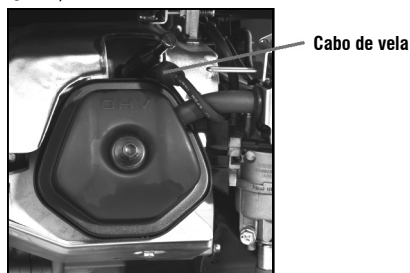

Fig. 25 – Removendo a vela
- Com auxílio de uma chave de vela, remova a vela (fig. 25);